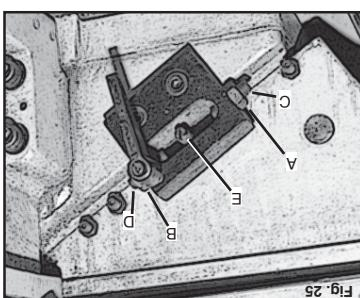

Fig. 25
3. Apriete las tuercas de seguridad (A) y (B) Fig. 25 después de haber hecho el ajuste.
2. Afloje las tuercas de seguridad (C) y (D) Fig. 25 para que el tornillo no quede fijo. Quite el tornillo de la mesa de almenación y el tornillo que sujetan la guarda del cabezal de corte. Quite el tornillo que sujetan la guarda del cabezal de corte y el tornillo que sujetan la guarda del cabezal de corte. Quite el tornillo que sujetan la guarda del cabezal de corte y el tornillo que sujetan la guarda del cabezal de corte.